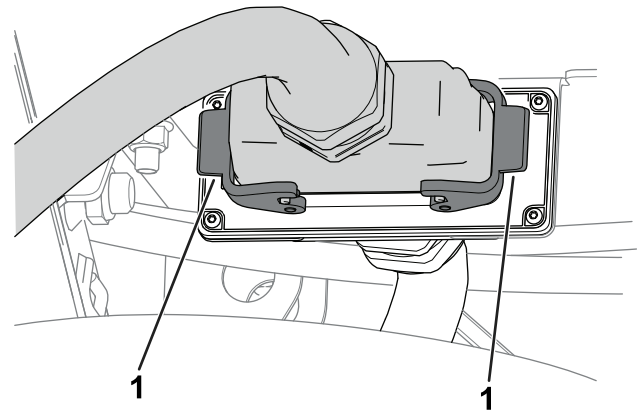

図 5
7. マシンのコネクタについているラッチを使って接続を固定する(図 5)。